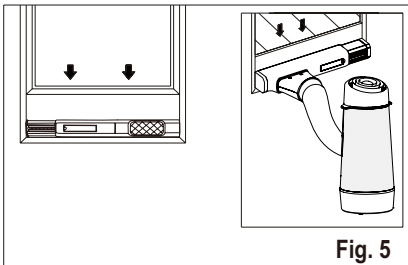

Fig. 5
3. Installer vindussettet på vinduet og skyv adapter B inn i glidestykket for vindu og tett. (Fig. 5 og 6)